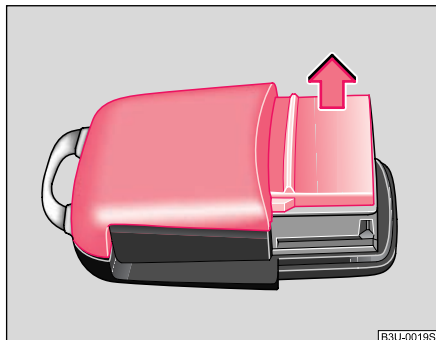

Abb. 20 Deckel des Sendergehäuses
- Nehmen Sie den Deckel des Sendergehäuses ⇒ Abb. 20 in Pfeilrichtung ab.